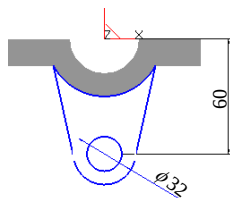

图 6-103 绘制草图
2) 利用曲面生成工具绘制如图 6-103 所示的草图, 然后单击“绘制草图”按钮退出草图绘制。